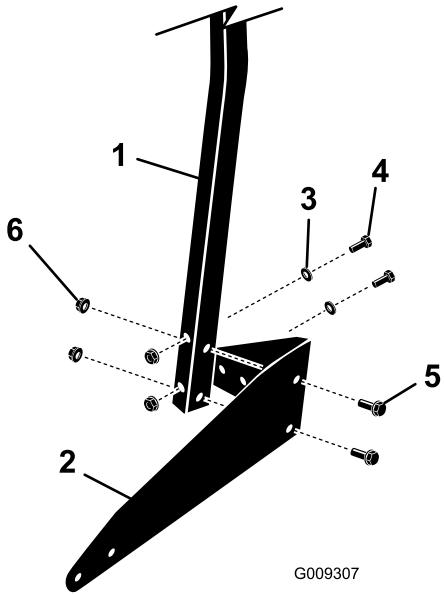

Bild 2
- Befestigen Sie die Stützhalterungen lose mit vier Schrauben (5/16" x 2-3/4"), vier Schrauben (5/16" x 1-3/4"), vier Flachscheiben (5/16") und acht Bundmuttern (5/16"), wie in Bild 2 abgebildet.